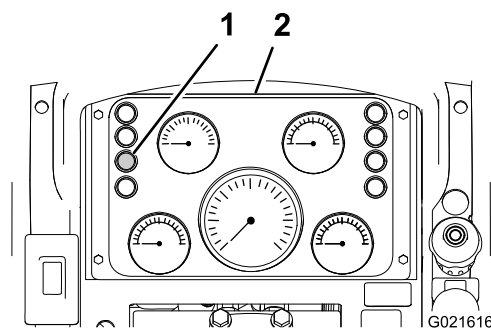

Figure 48
- Contrôlez le témoin de colmatage du filtre à air au tableau de bord (Figure 48).